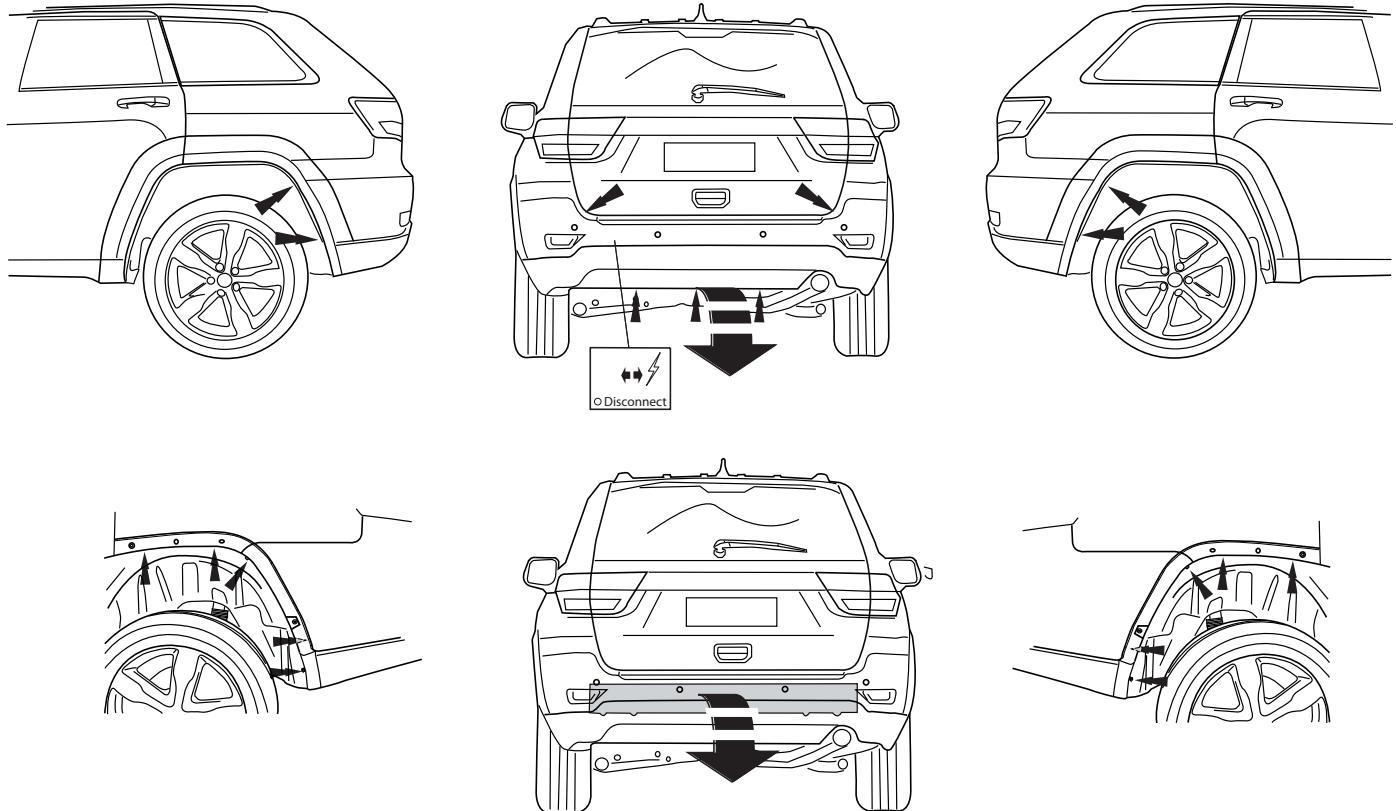

Fig.1
1. Снять бампер вместе со стальным буферным бруском автомобиля; буферный брус больше не понадобится. (См. рисунок 1).